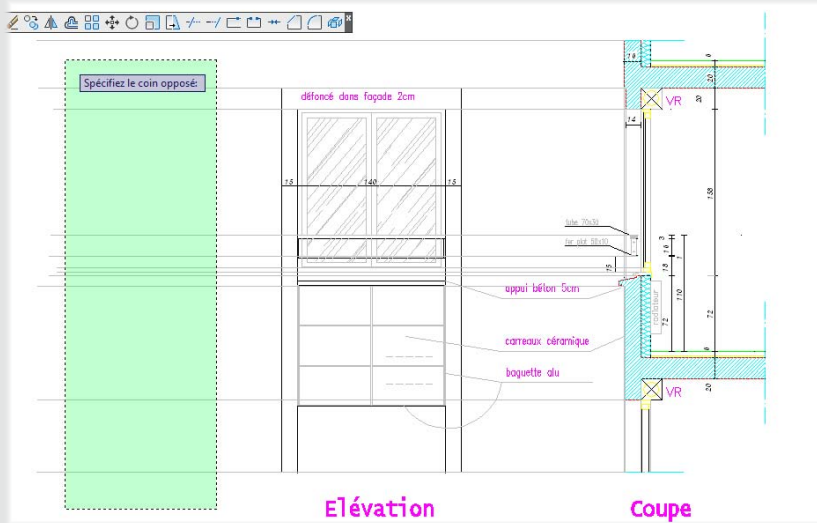

Figure 40
18. Pour terminer le dessin, ajustons et effaçons les traits de construction parasites, désormais inutiles, avec l'outil Ajuster et Effacer (voir Figure 40).